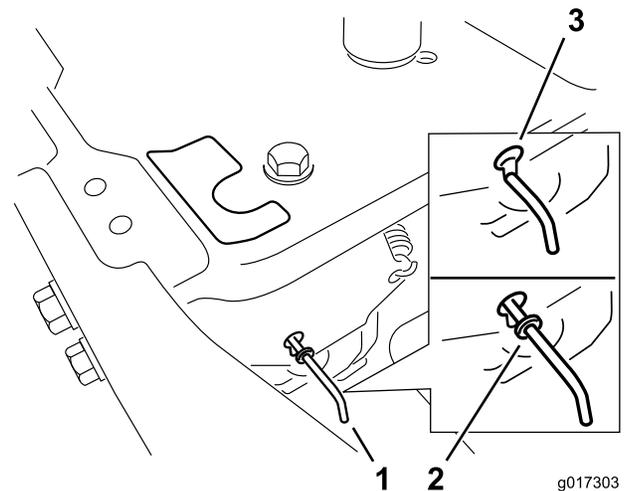

Bild 23
2. Lösen Sie die untere Schraube genug, um den Schalthebel nach vorne oder hinten zu drehen (Bild 23). Ziehen Sie beide Schrauben fest, um den Schalthebel in der neuen Stellung zu arretieren.
4. Schieben Sie die Bypasshebel nach vorne durch das Schlüsselloch und nach unten, um sie zu arretieren, wie in Bild 23 dargestellt. Wiederholen Sie dies für jeden Hebel.
Schieben Sie die Bypasshebel nach hinten durch das Schlüsselloch und nach unten, um sie zu arretieren, wie in Bild 23 dargestellt. Wiederholen Sie dies für jeden Hebel.